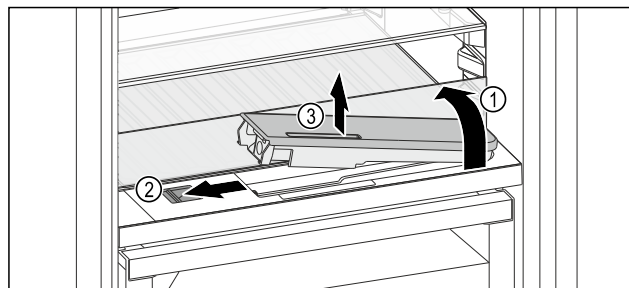

Fig. 188
- Ngrini lart pllakën e xhamit dhe kthejeni për prapa deri në fund *Fig. 188 (1)*.
- Shtyni rrëshqitësen *Fig. 188 (2)* nga e majta.
- Hiqni depozitën e ujit *Fig. 188 (3)*.